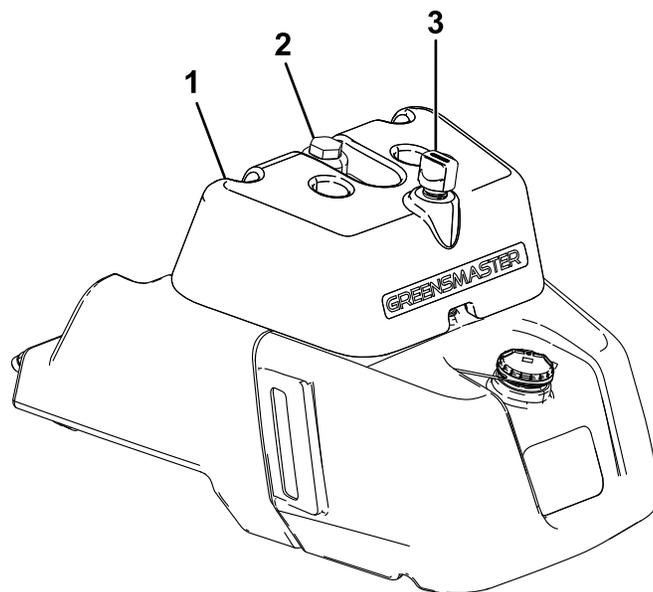

Figura 41
- Se o depósito tiver uma janela de visualização, verifique o nível de óleo aí (Figura 41) e passe para o passo 5.